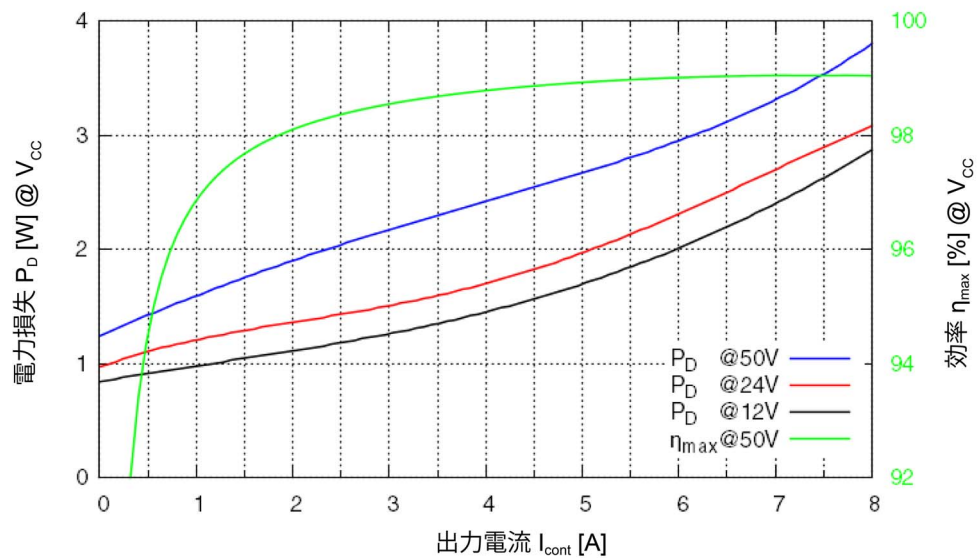

図 2-1 損失電力と効率
拡張高さ *1)	Module 50/8: +45 ~ +85 °C Module 50/8 HE: +65 ~ +92 °C ディレーティング → 図 2-1
2) → 図 2-1